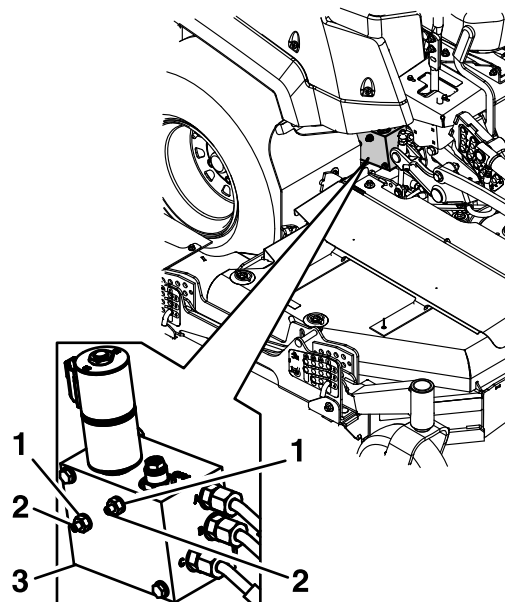

Figura 34
1. Sujete los tornillos de fijación con una llave allen de 1/8", y afloje las tuercas sellantes con una llave de 7/16" hasta que la tuerca esté enrasada con el extremo del tornillo de fijación (unas 6 vueltas), como se muestra en la Figura 34.
2. Sujete los tornillos de fijación con una llave allen de 1/8" y afloje la tuerca sellante con una llave de 7/16" (Figura 34).